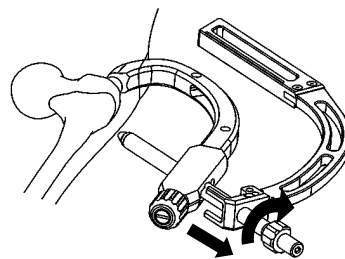
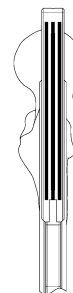

図 2-1
図 2-2
- 4) LS センターガイドⅡを手前に引いて回旋させ（図 2-1）、軸斜像でラグスクリューの位置を確認します（図 2-2）。